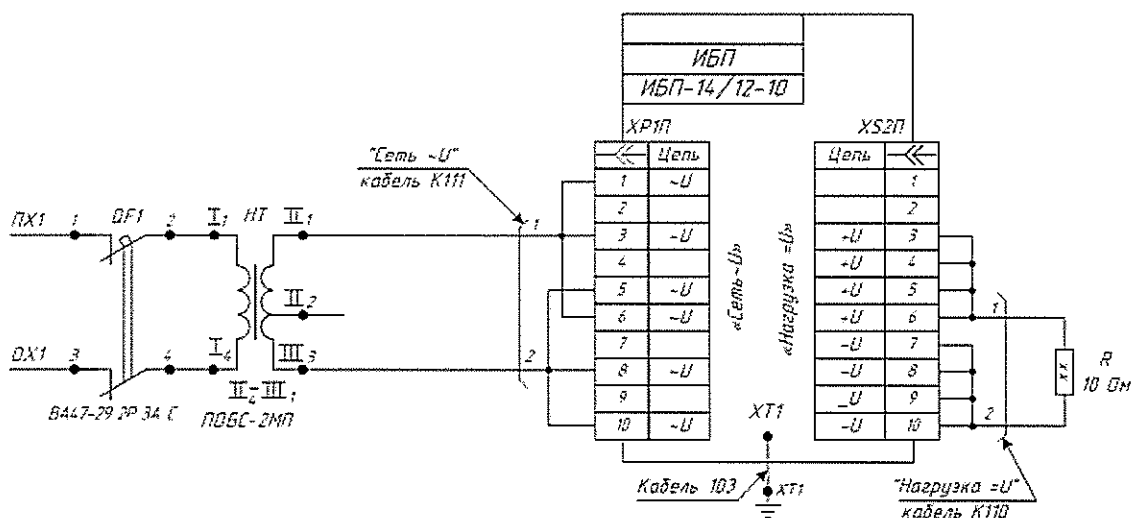

Рисунок 1 – Схема подключения для проверки ИБП в условиях РТУ
- подключить ИБП согласно схеме (рис.1);